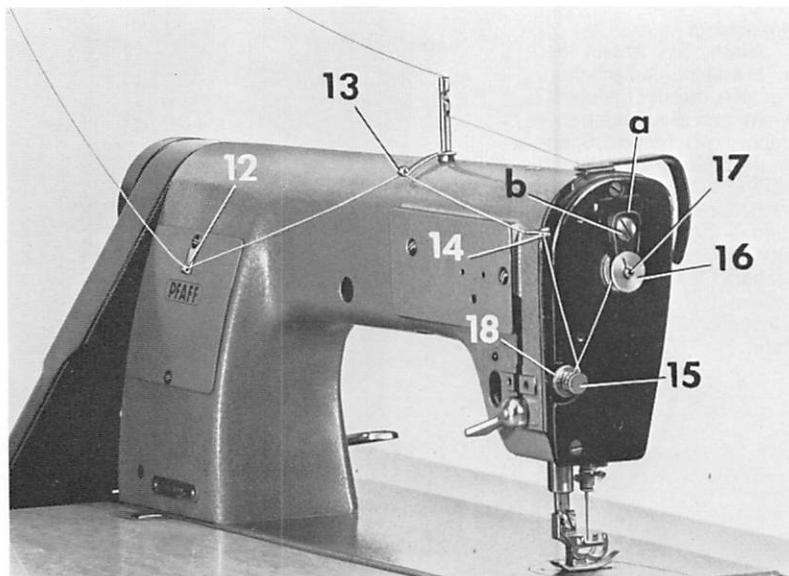

Fig. 5
Den von der Garnrolle kommenden Faden zuerst über die eingezeichneten Positionen (12, 13, 14) sowie im Uhrzeigersinn um die Spulenfadenspannung (15) führen. Spule 16 auf Spindel 17 stecken und den Faden mit einigen Windungen, ebenfalls im Uhrzeigersinn, aufwickeln. Das Einschalten geschieht bei laufender Maschine durch Niederdrücken des Schaltknockens a. Die Füllmenge der Spule kann nach Lösen der Befestigungsschraube b durch Verändern der Höheneinstellung des Schaltknockens a korrigiert werden. An der Rändelscheibe (18) wird durch Linksdrehen die Fadenspannung fester bzw. durch Rechtsdrehen loser (siehe Fig. 5).
Lead the thread from the spool down and through thread guides 12, 13 and 14 and clockwise round thread tension 15. Place bobbin 16 on spindle 17 and wind a few turns on it, again in a clockwise direction. The bobbin winder is engaged while the machine is running by depressing stop latch a. The amount of thread to be wound on the bobbin can be regulated by loosening screw b and setting cam a higher or lower, as may be required. The thread tension is regulated by turning thumb nut 18 clockwise for a looser tension or counter-clockwise for a tighter tension (Fig. 5).
Pour augmenter la prétension, tourner le disque moleté 18 vers la gauche; le tourner vers la droite pour réduire la tension du fil (fig. 5).
La cantidad de hilo que debe bobinarse puede regularse, después de aflojar el tornillo de fijación b, variando el ajuste vertical de la leva de mando a. Girando el disco moleteado (18) a la izquierda, la tensión del hilo aumenta; girándolo a la derecha, dicha tensión disminuye (véase fig. 5).
Girando il disco zigrinato (18), verso sinistra o verso destra, rispettivamente aumenta o diminuisce la tensione del filo (vedi fig. 5).